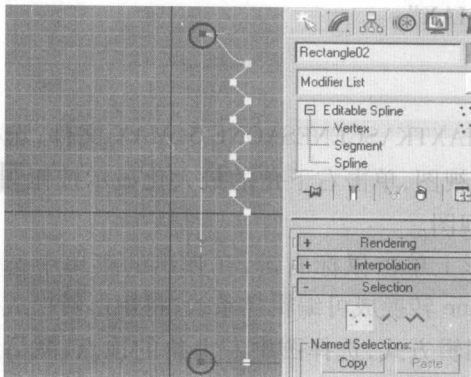

图 1.4.7 圈选左侧两个顶点
(7) 选择如图 1.4.7 中所示的顶点向上拉伸 20 个单位的距离,并框选左侧两个顶点,向右移动 20 个单位,如图 1.4.7 所示。
(8) 在右侧命令面板中选择 Hierarchy(层级)选项卡,单击选择 **Pivot** (轴)按钮,在 Adjust Pivot(调整轴)命令面板中,单击 **Affect Pivot Only** (仅影响轴)按钮,在视图中出现空心